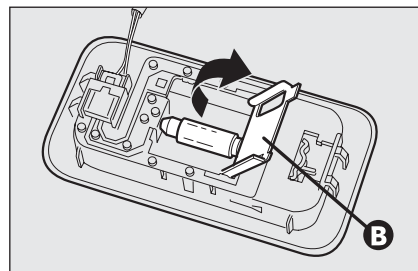

fig. 43
- ☐ aprire il coperchio di protezione **B**-fig. 43 e sostituire la lampada svincolandola dai contatti laterali accertandosi che la nuova lampada risulti correttamente bloccata tra i contatti stessi;